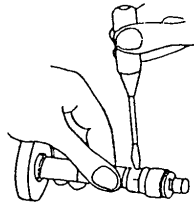

Fig. 3
- 7- Si non, ajuster le Holtest dans la bague, desserrer la vis du manchon jusqu'à ce qu'il indique le diamètre de la bague, ensuite resserrer la vis (Fig. 3)